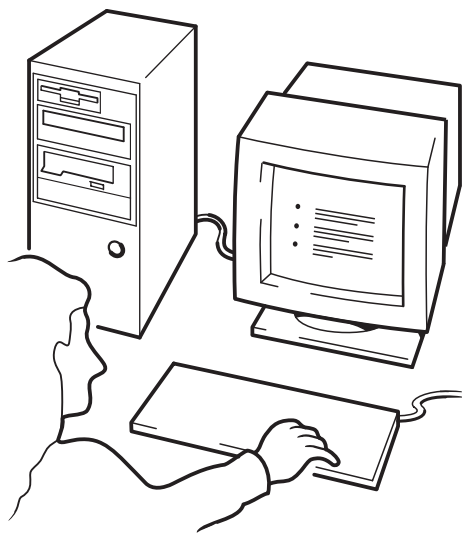

图 12c: 使用 HP OBDR, 第 3 步
- 3 请按照屏幕上显示的说明设置操作系统（请参见图 12c）。屏幕说明将因备份软件的不同而不同。通常，您可以接受对所有提示的缺省响应，例如按下 <Enter> 键即可。